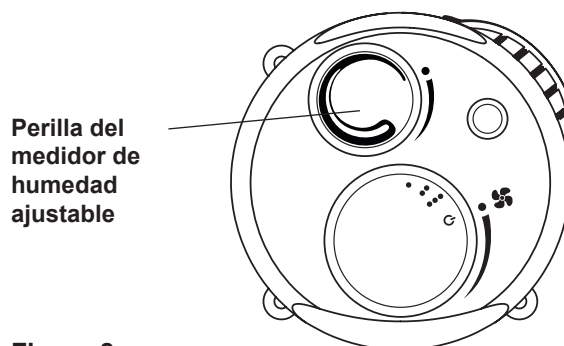

Figura 8
1. **Medidor de humedad ajustable** – Permite ajustar el nivel de humedad. Vea la figura 8.